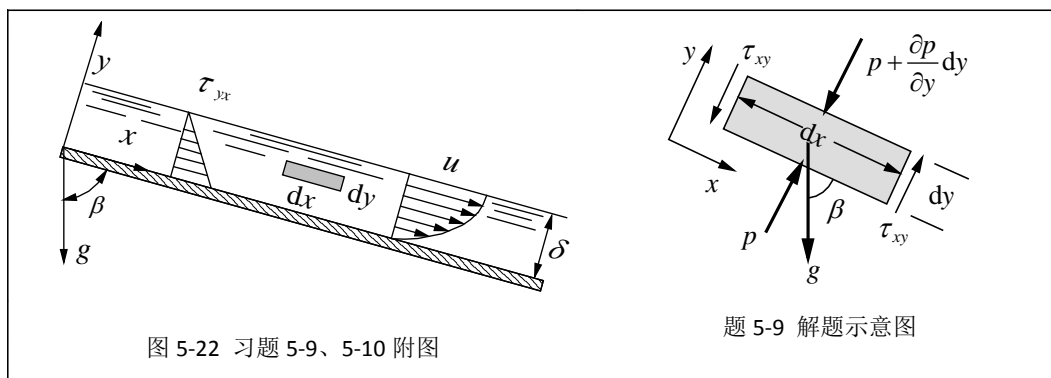

图 5-22 习题 5-9、5-10 附图
**5-9** 图 5-22 所示为流体在倾斜平板上的降膜流动。液膜厚度为  $\delta$ ，表面与大气接触。液膜沿  $x$  轴方向作一维层流流动，速度  $u=u(y)$ ，在  $y$ 、 $z$  方向的速度均为零。主流方向（ $x$  轴正向）与重力加速度  $g$  方向之间的夹角为  $\beta$ 。设流动视为充分发展的层流流动。试针对图中的微元体列出  $y$  方向动量方程并求解。
**5-10** 对于图 5-22 所示的倾斜平板上的降膜流动，其特点是速度为抛物线分布。设流体